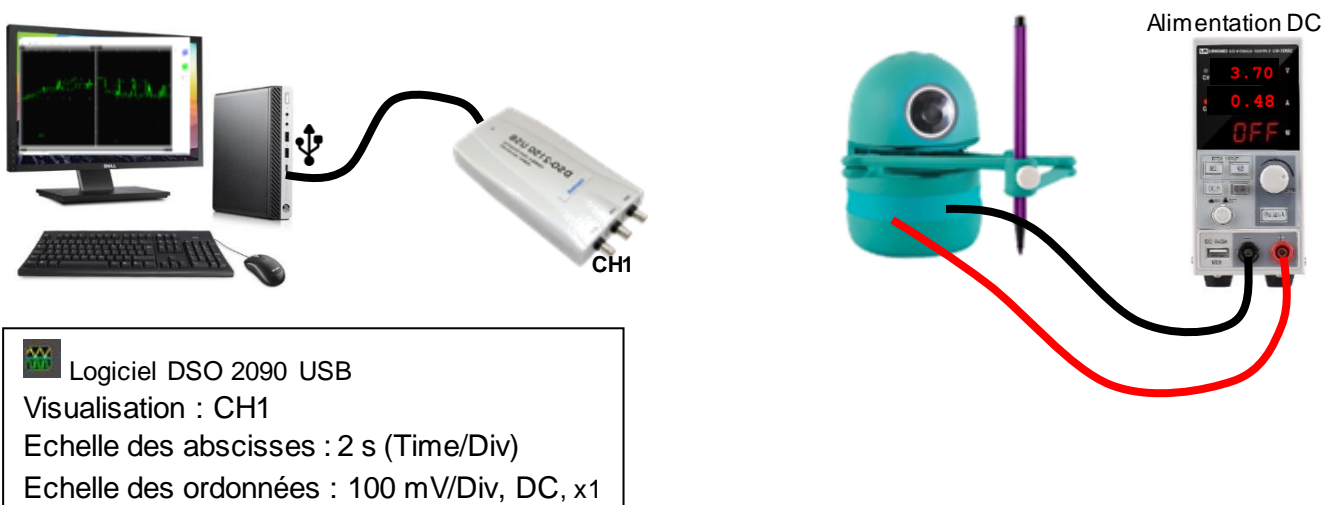

Figure 3 : schéma de câblage partiel de la mesure du courant
- 2- Relever l'allure du courant à l'oscilloscope à l'aide de la figure 3 et des étapes suivantes :
- paramétrer le logiciel DSO 2090 (voir figure 3) ;